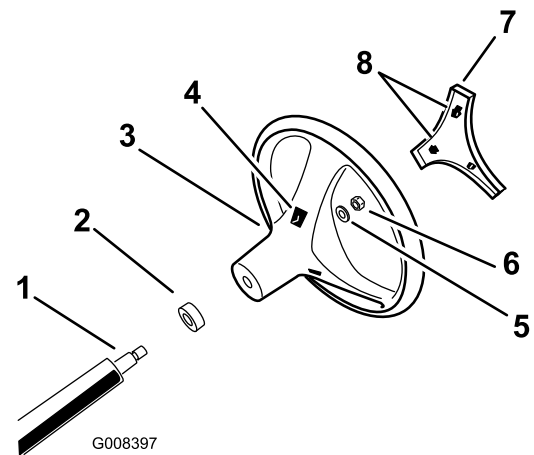

Figura 3
4. Sujete el volante a la columna con la contratuerca (Figura 3).